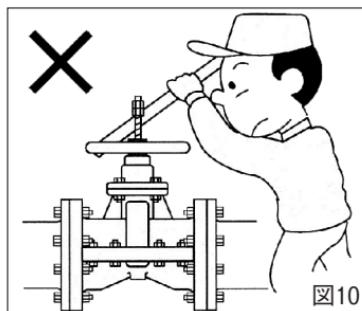

図10
- !** N. 702型の手動ハンドル式のバルブを開閉するために二次的な道具(例:ハンドル回し等)を使用して開閉しないでください。バルブ損傷の原因となります。(図10)